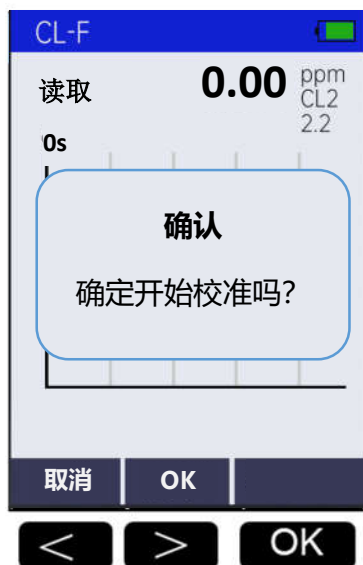

图 13: 高点校准
2、如果测量值不同于已知标准，请按下“校准/系统”按钮，然后选择高点校准按钮“高点校准”进入校准屏幕，如图 13 所示。